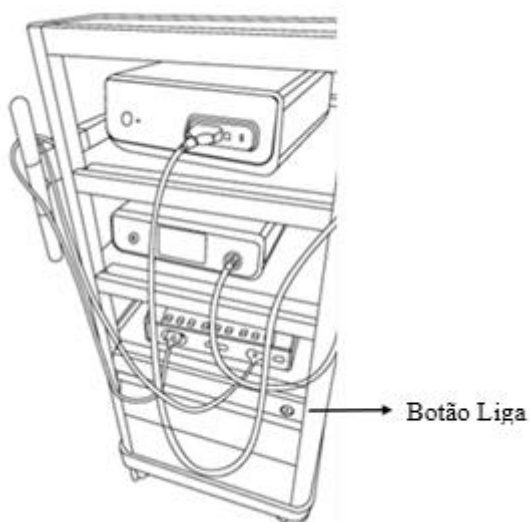

Figura 5.1. Ligue o Carrinho de Visão
2. Ligue a Plataforma de Visão: Pressione o botão liga/desliga no Carrinho de Visão até que a luz do botão acenda, indicando que a Plataforma de Visão foi ligada, conforme mostrado na Figura 5.1;